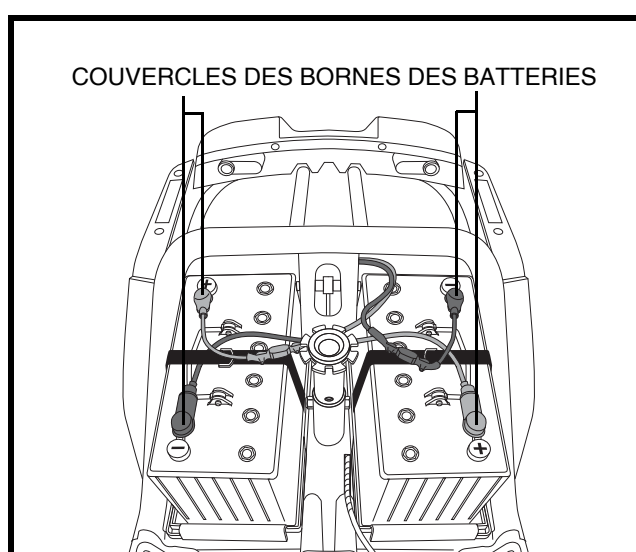

Figure 14. Enlèvement/installation des batteries
5. Débranchez les câbles des bornes des batteries en soulevant la couvercles des bornes et en desserrant le boulon et l'écrou sur chaque borne. **Voir la figure 14.**